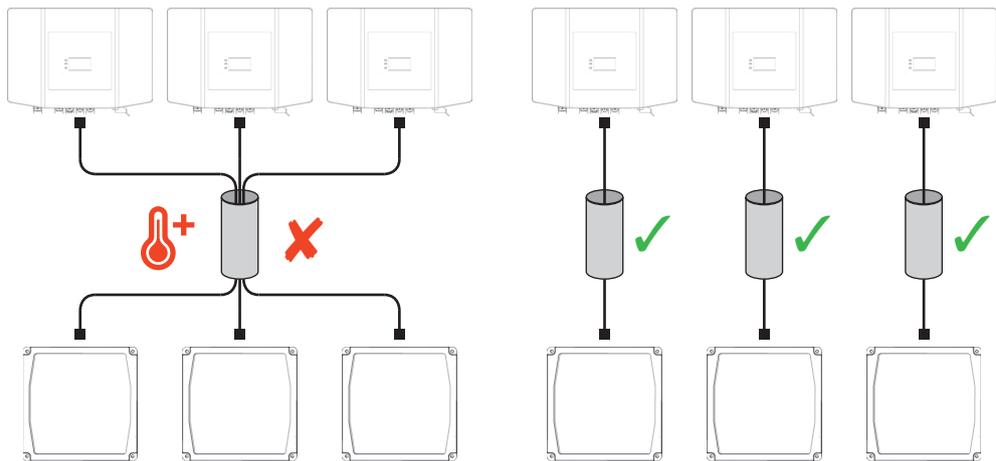

Fig. 24 : Pose séparée des câbles d'alimentation
- En raison du dégagement de chaleur, plusieurs câbles d'alimentation doivent être posés séparément. Fig. 24